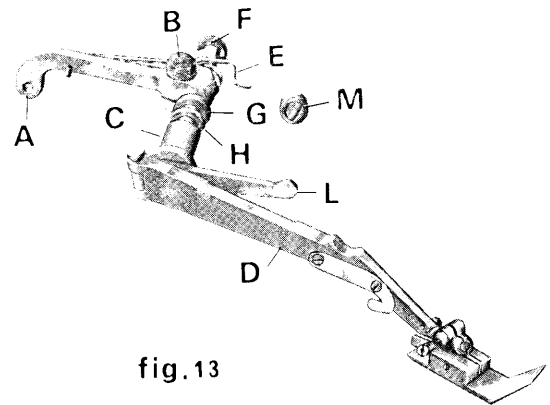

fig. 13
e) Bloccaggio e regolazione leva porta piedino (fig. 13)